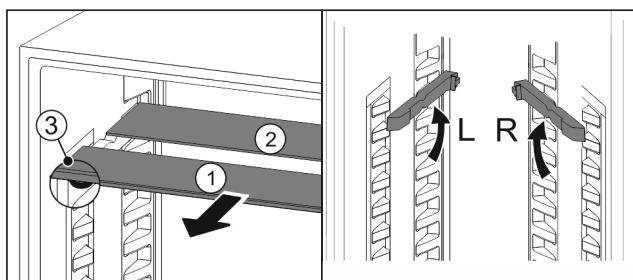

Fig. 140
- Посуньте Fig. 140 (1) скляну панель вперед.
- ▶ Скляна панель Fig. 140 (1) з декоративною планкою лежить спереду.
- ▶ Стопори Fig. 140 (3) показують вниз.